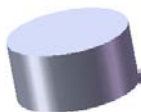
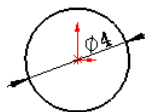

图 16.6.19 凸台—拉伸 1
图 16.6.20 横断面草图
Step2. 创建图 16.6.19 所示的零件基础特征——凸台—拉伸 1。
(1) 选择命令。选择下拉菜单 **插入(I)** → **凸台/基体(B)** → **拉伸(E)...** 命令(或单击“特征(F)”工具栏中的  按钮)。
(2) 定义特征的横断面草图。
① 定义草图基准面。选取前视基准面作为草图基准面。
② 定义横断面草图。在草图环境中绘制图 16.6.20 所示的横断面草图。
③ 选择下拉菜单 **插入(I)** → **退出草图** 命令，退出草图环境，此时系统弹出“凸台—拉伸”对话框。
(3) 定义拉伸深度属性。
① 定义深度方向。采用系统默认的深度方向。
② 定义深度类型和深度值。在“凸台—拉伸”对话框 **方向1** 区域的下拉列表中选择 **给定深度** 选项，在 **距离** 中输入深度值 2.0。
(4) 单击  按钮，完成凸台—拉伸 1 的创建。